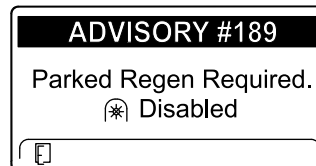

Bild 73
- Wenn Sie eine geparkte Regenerierung nicht innerhalb von zwei Stunden durchführen, wird im InfoCenter „Parked regeneration required – power takeoff disabled ADVISORY #189“ angezeigt (Bild 73).